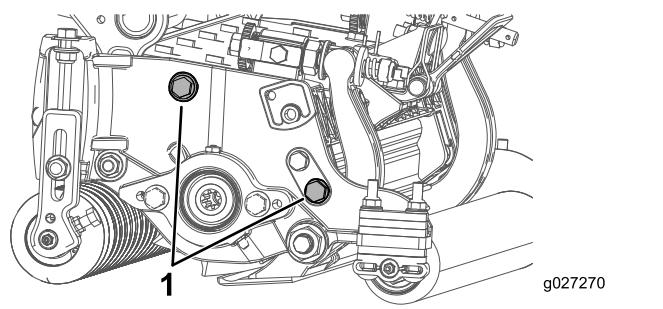

Bild 13
**Hinweis:** Die Position der Heckrolle zur Spindel wird von den Drehtoleranzen der montierten Komponenten gesteuert. Ein Parallelisieren ist nicht erforderlich. Sie können minimale Einstellungen vornehmen, wenn Sie die Schneideeinheit auf eine Arbeitsfläche stellen und die Befestigungsschrauben der Seitenplatte lockern (Bild 13). Stellen Sie die Kopfschrauben neu ein und ziehen Sie diese fest. Ziehen Sie die Kopfschrauben mit 37-45 Nm an.